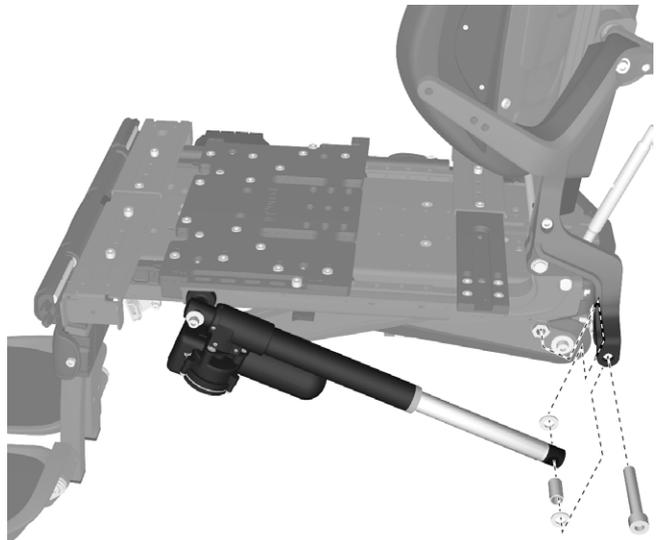

Abbildung 173. Hintere Befestigungsschraube an der Stellvorrichtung der Rückenlehne abmontieren.
7. Hintere Befestigungsschraube an der Stellvorrichtung der Rückenlehne abmontieren. Siehe Abbildung. 173. Beim Abmontieren der Schrauben die Rückenlehne nach vorn klappen, um zu vermeiden dass, dass die Rückenlehne nach hinten fällt.